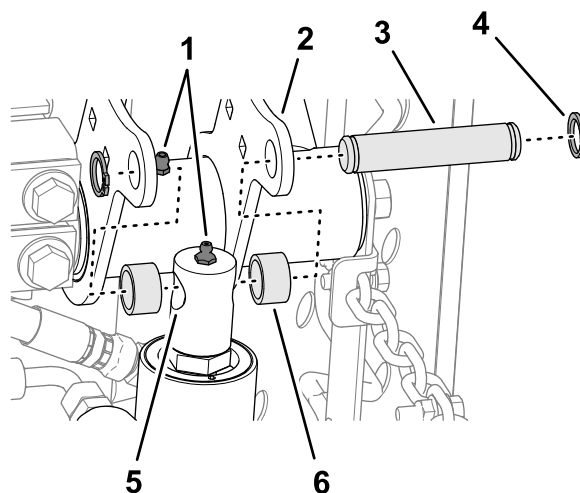

Рисунок 13
4. Медленно переместите шток гидроцилиндра подъема так, чтобы он совместился с отверстиями во фланцах правого подъемного рычага (Рисунок 13).
5. Установите шток на фланцы с помощью монтажного штифта, 2 проставок и 2 стопорных колец (Рисунок 13).
6. Заправьте консистентной смазкой № 2 на литиевой основе масленку на подъемном рычаге и гидроцилиндре (Рисунок 13).